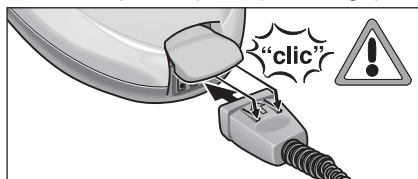

Fig. 1: Empalme del acoplamiento monobloque
- Empalme el acoplamiento monobloque (C7) en la toma de vapor del aparato (A1). Los salientes del acoplamiento monobloque deben encajar en la tapa de la toma de vapor del aparato (véase la fig. 1).